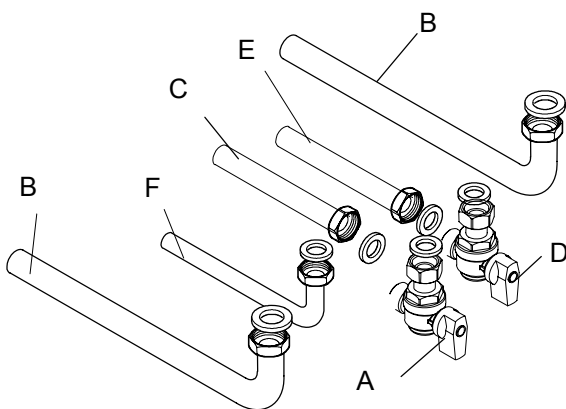

Fig. 5.3
- 4 Fix the gas cock A ($\frac{3}{4}$ ") to the boiler using the $\frac{3}{4}$ " gasket (Fig. 5.3)
- 4 Присоедините газовый кран А ($\frac{3}{4}$ ") к котлу, используя прокладку на $\frac{3}{4}$ " (рис. 5.3)